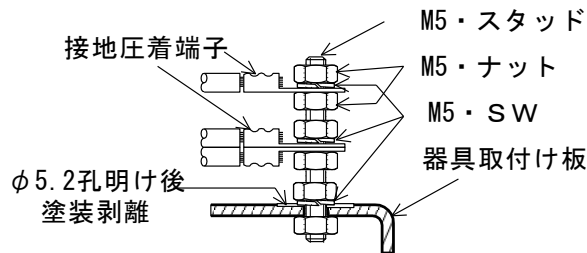

図 2-1
(2) 配線作業
- (i) コントロールボックス内の器具取付け板には、器具取付け板の塗装を剥離して、M5のスタッドボルトにより、接地端子を設け接地線を接続する。図 2-1 参照